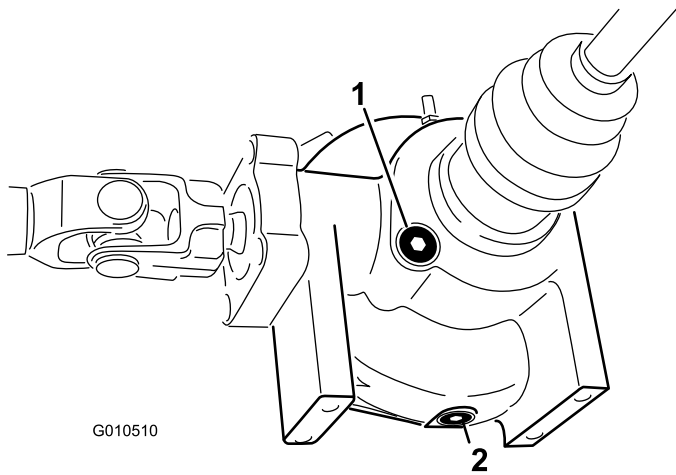

Bild 20
- Reinigen Sie den Bereich um die Füll-/Prüfschraube seitlich am Differenzial (Bild 20).